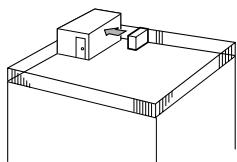

Fig. 2-3
- ① Richten Sie die Lufтаustrittsöffnung mit einem Abstand von etwa 100 cm auf die nächstgelegene Wand aus. (Fig. 2-3)